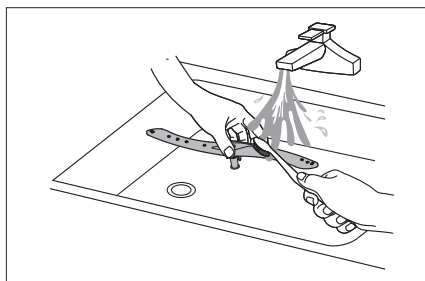

Fig. 23
- Nettoyez le bras d'aspersion (1) à l'eau courante et vérifiez que les ouvertures ne sont pas bouchées (voir **fig. 23**). Remettez ensuite le bras d'aspersion en place dans l'appareil.